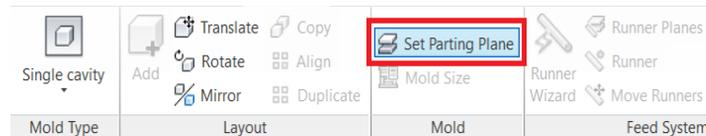

Figura 6.25 Elegir el plano de partición.
- Posteriormente, seleccionamos el plano de partición de la pieza dando click en **Set Parting Plane**, el cual se encuentra en el menú superior (Figura 6.25).